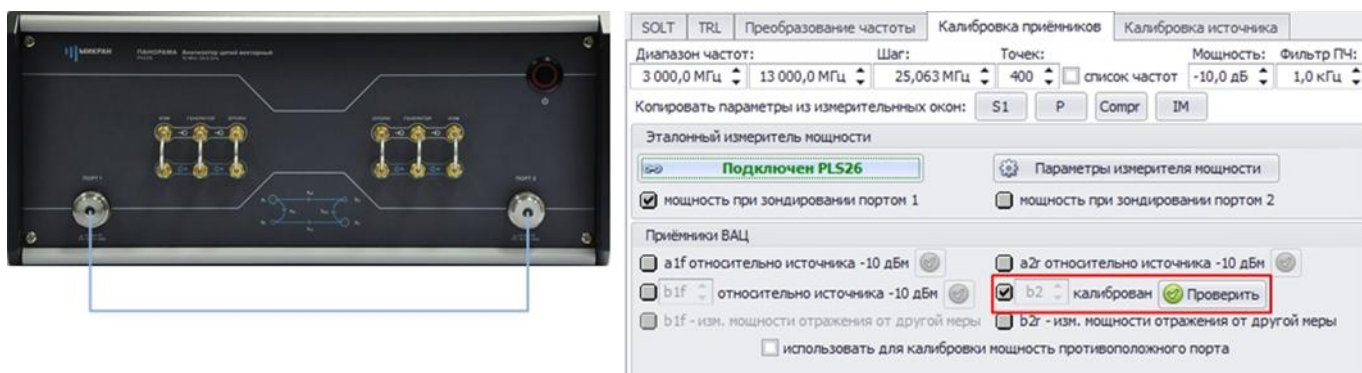

Рис. 11. Калибровка приёмника b2 относительно PLS26
11.2. Соедините порты ВАЦ между собой. Во вкладке «Калибровка приёмников» проведите калибровку приёмника b2 относительно PLS26 (рис. 11);